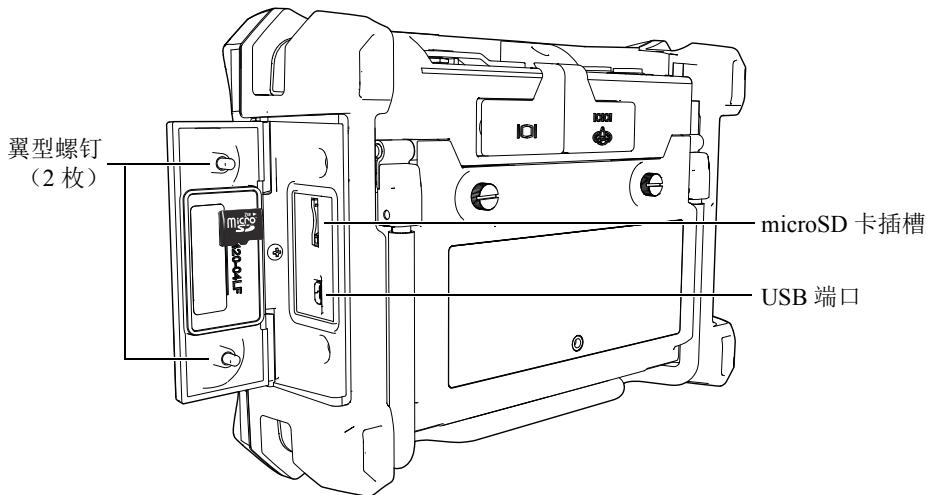

图 2-12 安装 microSD 卡
2. 拧松两个翼型螺钉，然后打开 BondMaster 600 仪器的输入 / 输出 (I/O) 舱盖 (参见第 34 页的图 2-12)。